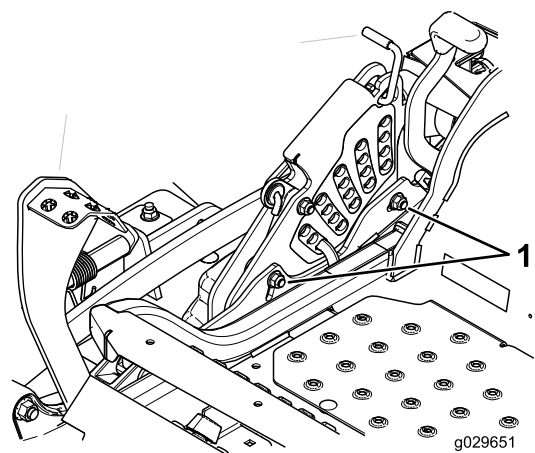

Figura 96
12. Si los acoplamientos de la carcasa delantera no tienen holgura suficiente para lograr la altura de corte precisa, afloje los 2 pernos situados cerca del borde inferior de la pletina de altura de corte para un ajuste de un solo punto (Figura 96).
14. Apriete los 2 pernos en el borde inferior de la pletina de altura de corte (Figura 96).